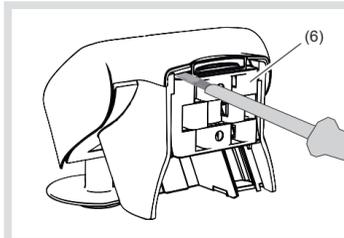

Bild 4: Wand-/Mastbefestigung lösen
Die Wetterstation wird inklusive einer Wand-/Mastbefestigung (6) ausgeliefert. Diese ist bei Auslieferung an der Rückseite eingerastet (Bild 4).
- Wand-/Mastbefestigung (6) mit einem Schraubendreher vorsichtig aus der Rastung lösen und nach unten ausschoben (Bild 4).